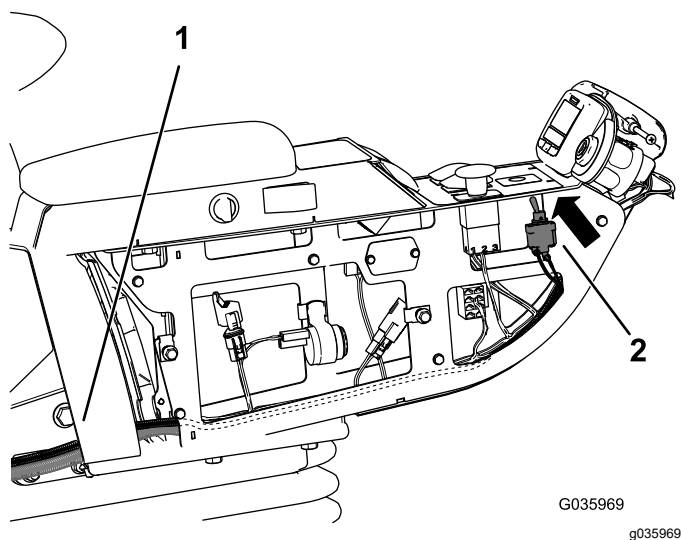

Figura 20
7. Tirate il commutatore/cablaggio preassemblato attraverso la consolle centrale fino al foro praticato (Figura 20).